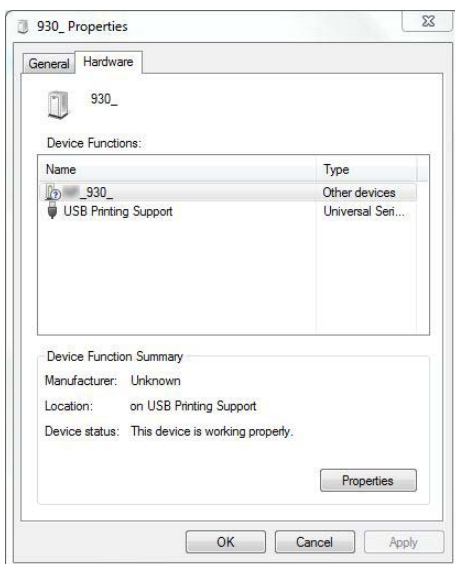

Abbildung 47: Eigenschaften "Andere Geräte"
- Wählen Sie den Reiter "Hardware" aus (siehe Abbildung 47). Machen Sie einen Doppelklick auf den Drucker (Typ: Andere Geräte); dadurch öffnet sich ein neues Fenster.